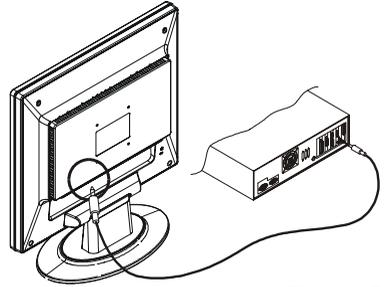

Figura 1-7
1. Conecte el cable de audio al enchufe hembra de “ SALIDA DE LINEA ” en la tarjeta de audio de PC o en la unidad de CD ROM. (Refiere a la Figura 1-7)